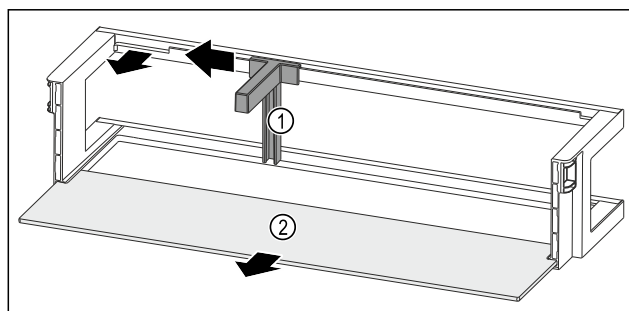

Fig. 147 Polica u vratima s držačem boca i policom za odlaganje
- ▶ Držać za boce Fig. 147 (1) pogurnite do otvora na stranu.
- ▶ Izvadite držač za boce Fig. 147 (1).
- ▶ Izvadite policu Fig. 147 (2).